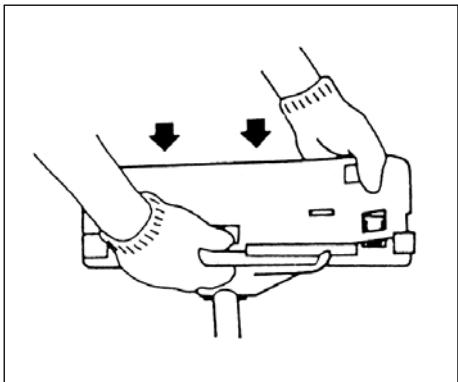

Рис. 1-9
При использовании триммерной головки (2) с защитным приспособлением лезвия двухсекционного типа на защитное приспособление следует надевать насадку. (Рис. 1-9)
Чтобы снять насадку защитного приспособления см. чертежи. Наденьте перчатки, поскольку насадка снабжена острым ограничителем шнура, затем по очереди вдавите четыре прямоугольных язычка на защитном приспособлении. (Рис. 1-9 С)